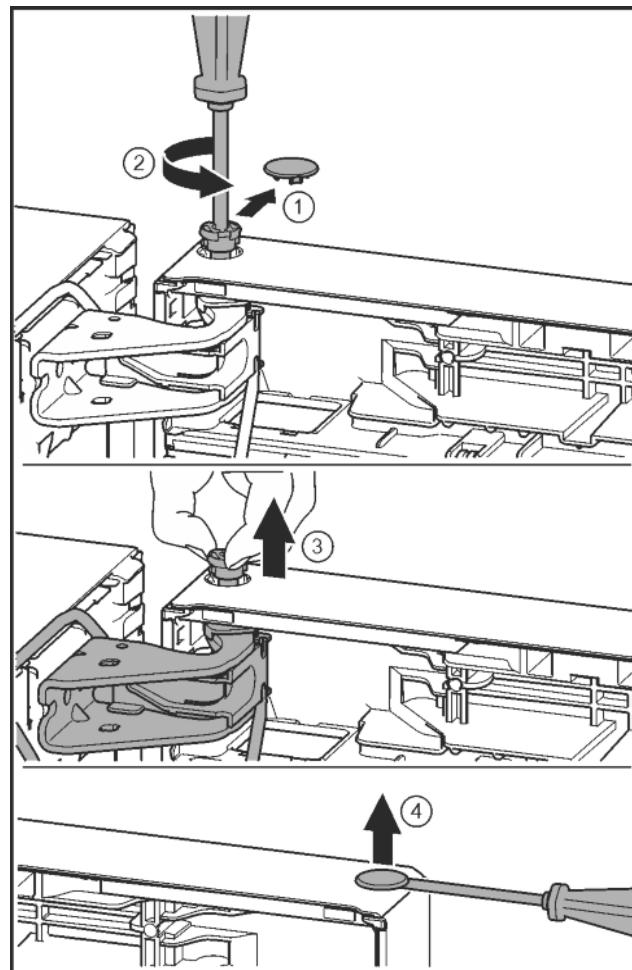

Fig. 26
- Oprezno skinite sigurnosni pokrov. Fig. 26 (1)
- Odvijačem T15 malo odvijte svornjak. Fig. 26 (2)
- Čvrsto držite vrata i prstima izvucite svornjak. Fig. 26 (3)
- Odvijačem s ravnom glavom oprezno podignite čep iz čahure ležaja vrata i izvucite ga. Fig. 26 (4)